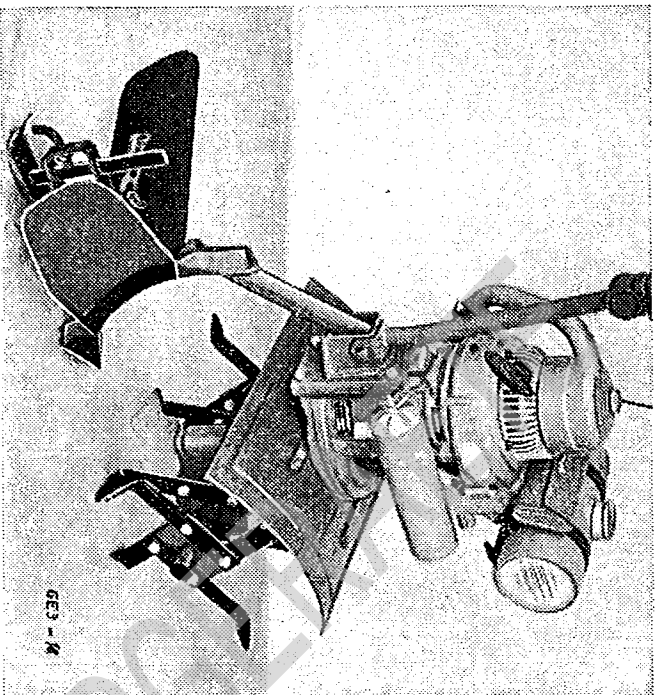

Bild 10. Häufelkörper
5. **Für Häufelarbeiten** (siehe Bild 10) liefern wir den **Häufelflug Type 621/1**, der anstelle des Auslegers eingesetzt wird. Zum Anbau muß die seitlich am Holmenlager befindliche Schraube gelöst und der Lenkholm nach oben herausgezogen werden. Zur Änderung der Arbeitsbreite können die Sreichbleche am Häufelflug verstellt werden. Die Tiefenregulierung erfolgt mit einem Schleifschuh. Mit dem Häufelkörper wird z. B. im Kartoffelbau das Hacken und Häufeln der Beete in einem Arbeitsgang erledigt.